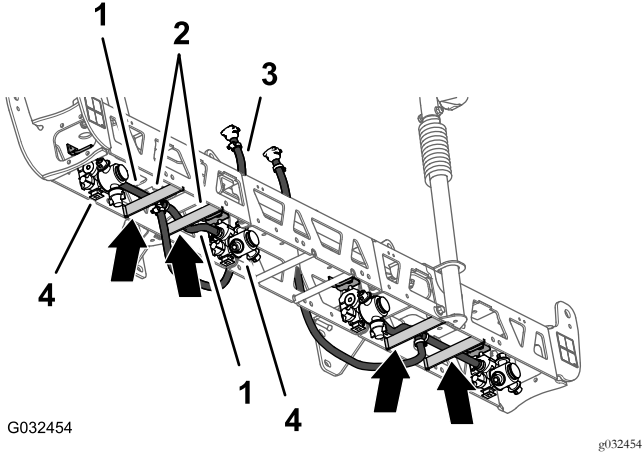
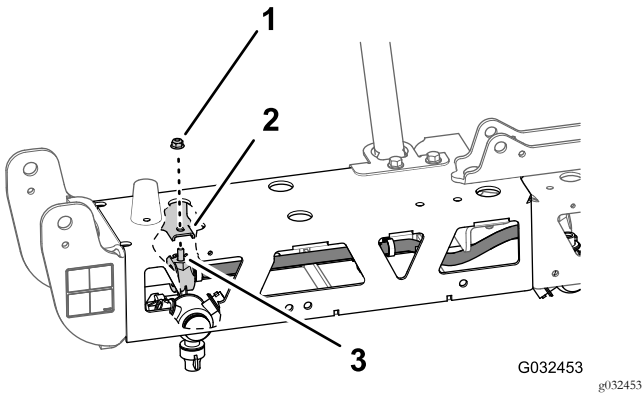

图57
图58
- 将喷嘴的六角头螺栓5/16 x 3/4 英寸对准并穿过喷嘴固定架 图58 中的孔使用在 **拆卸喷嘴** (页码 20) 的步骤 1 和 4 中卸下的凸缘锁紧螺母5/16 英寸将喷嘴松固定到固定架上。
- 使用左右支撑托架将软管和宝塔连接器13 x 810mm 放到中间喷洒段的侧面 图57。
- 对另一外部桁架上的另一软管和喷嘴重复步骤 1 至 8 图57 和 图58。
- 将软管和喷嘴组件布置到外部桁架的两个桁架支杆之间 图57。
- 将软管和喷嘴放到桁架支杆上方向外对着外侧喷嘴固定架 图57。
- 将喷嘴的六角头螺栓5/16 x 3/4 英寸对准并穿过喷嘴固定架中的孔使用 GeoLink 喷洒系统完成套件中的凸缘锁紧螺母5/16 英寸将喷嘴松固定到固定架上 图58。
- 将另一软管13mm和喷嘴组件布置到外部桁架的两个桁架支杆之间 图57。
- 将软管和喷嘴放到桁架支杆上方向内对着内侧喷嘴固定架 图57。